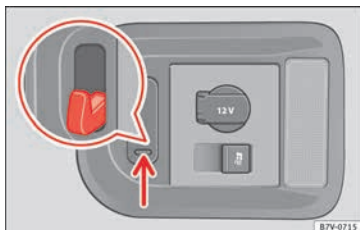

Abb. 173 Im Gepäckraum: Taschenhaken.
Im Gepäckraum rechts befindet sich ein herausklappbarer Taschenhaken » **Abb. 173**,
- Unten auf den Taschenhaken drücken » **Abb. 173** (Pfeil) und herausklappen.